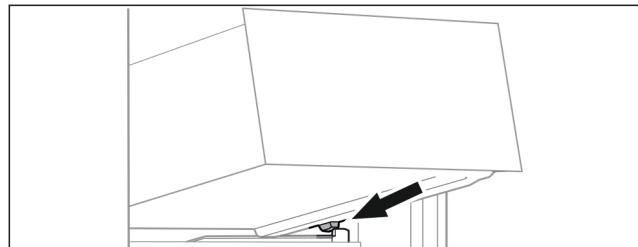

Fig. 20
- Поставете чекмеджето под ъгъл зад ограничителите върху реброто на съда Fig. 20 (1).